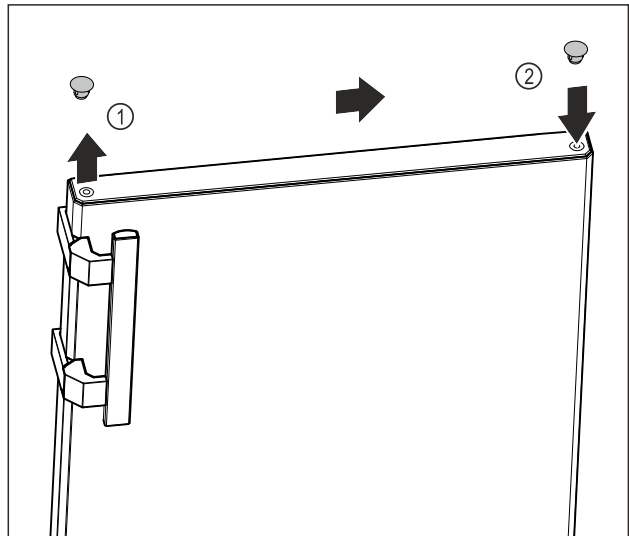

Fig. 10
- ▶ Sollevare il coperchio a tappo sulla parte superiore dello sportello Fig. 10 (1) con cautela con un cacciavite a taglio.
- ▶ Inserire il coperchio a tappo sul lato opposto. Fig. 10 (2)